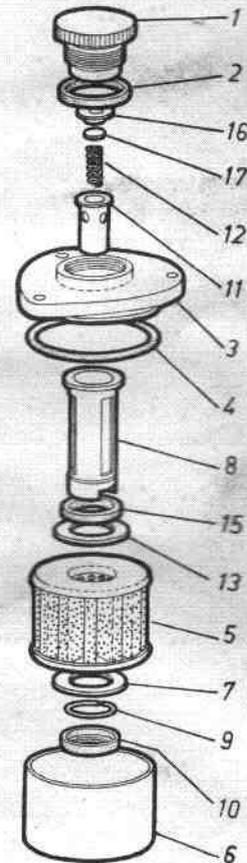

Fig. 124 - Sens de montage des pièces du filtre à huile
- d) Nettoyer les orifices d'entrée et de sortie. Vérifier si les joints d'étanchéité sont encore utilisables. Sécher le filtre et remonter l'ensemble (fig. 124).